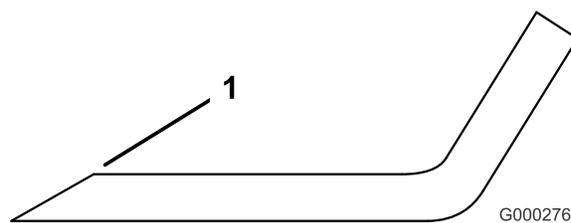

Figura 88
- Controllate i taglienti di tutte le lame, e affilatele se fossero ottusi o scheggiati. Affilate soltanto la parte superiore del tagliente e mantenete l'angolo di taglio originale per garantire l'affilatezza (Figura 88). La lama rimane bilanciata soltanto se viene rimossa una quantità uguale di metallo da entrambi i taglienti.